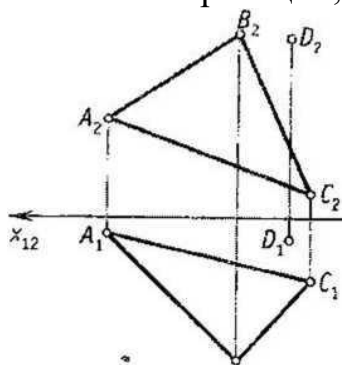

Рисунок 1.1.
2. Через точку  $D$  провести прямую, перпендикулярную плоскости  $A(ABC)$  общего положения, (рисунок 1.1)